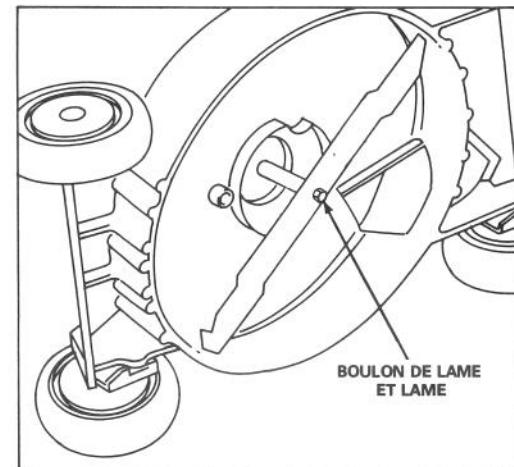

Figure 15
3. Faites basculer la tondeuse sur son côté droit (Fig. 15). Evitez de tourner la lame. Des problèmes de démarrage peuvent en résulter.
**5. RETRAIT DE LA LAME** — Saisissez l'extrémité de la lame en vous servant d'un chiffon ou d'un gant bien rembourré. Enlevez le boulon de lame et la lame (Fig. 15).